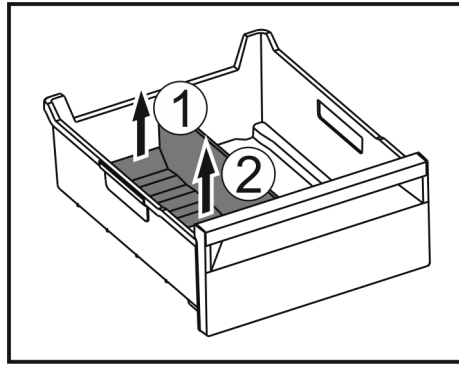

Fig. 234
- ▶ Hinteren Teil des Eisfach-Trenners anheben. Fig. 234 (1)
- ▶ Eisfach-Trenner nach oben entnehmen. Fig. 234 (2)